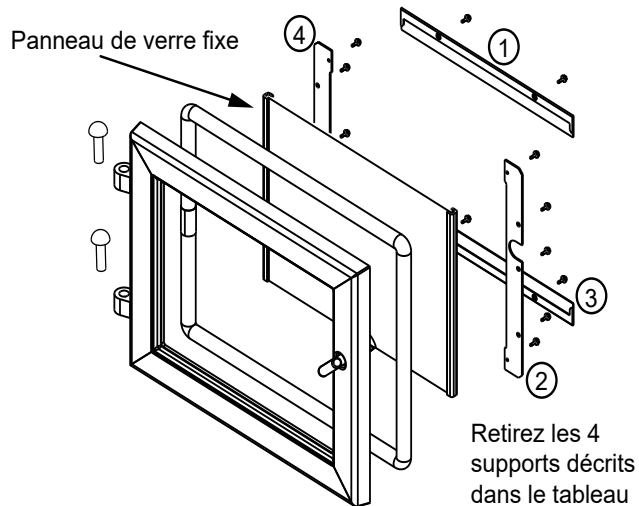

Figure 27.1
2. Enlevez le panneau gauche en retirant les 4 supports au moyen d'un tournevis cruciforme (**Figure 27.1**).